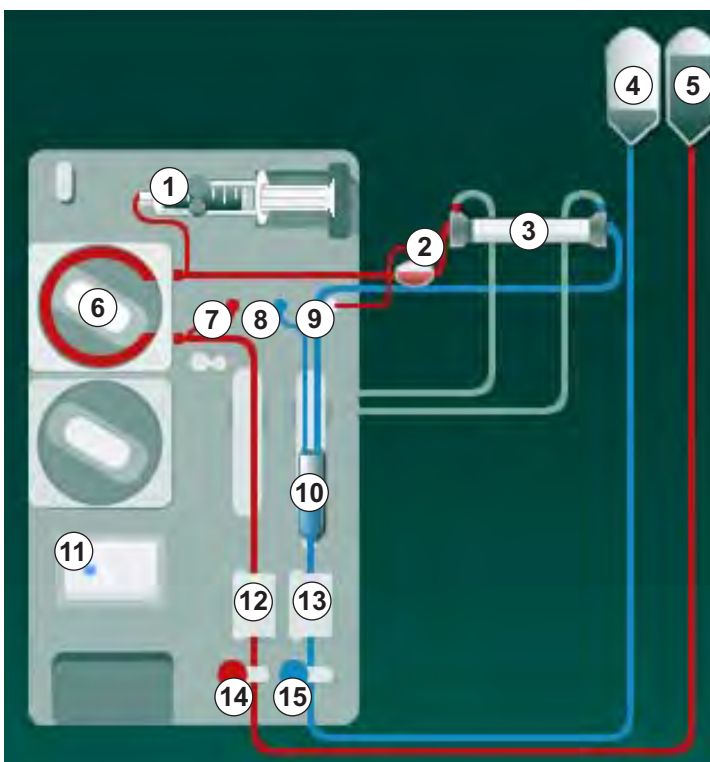

Fig. 5-8 Inserimento del sistema di linee ematiche per il priming con sacca
2. Collegare al dializzatore i relativi raccordi provenienti dal ponte di lavaggio (Fig. 5-8 Inserimento del sistema di linee ematiche per il priming con sacca (97), ③ ) non appena l'apparecchiatura lo richiede. Rispettare il codice colore: